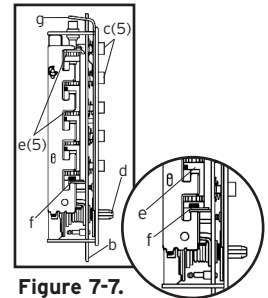

Figure 7-7.
- 13) Répétez l'étape 12 jusqu'à ce que toutes les poches de vitesse de code (e) soient à la ligne de cisaillement (position d'ouverture). (**voir (f) Figure 7-7**).
- 16) Utilisant des pinces ou équivalent, tournez l'axe de commande (d) dans le sens contraire des aiguilles d'une montre pour dégager la chambre et pour libérer. La glissière (G) de verrouillage devrait sauter dehors (le bouton dessous restera déprimé) (**voir Figure 7-7**).
- 17) Enfoncez le key-stem/s (c) que vous voulez dans la nouvelle combinaison, libérant chacun après qu'il soit déprimé (**voir Figure 7-7**).
- 18) Une fois tous les chiffres dans la nouvelle combinaison ont été diminués, utilisant des pinces ou équivalent, tournez l'axe de commande (d) dans le sens des aiguilles d'une montre (**voir Figure 7-7**). Le bouton de changement de code (h) sous la glissière (G) de verrouillage, devrait sauter vers le haut (**voir Figure 7-7**). La nouvelle combinaison est maintenant placée.
- 19) Regardez les poches de vitesse de code (e). Les nombres dans la nouvelle combinaison ne devraient pas être à la ligne de cisaillement (position d'ouverture) (**voir Figure 7-7**).